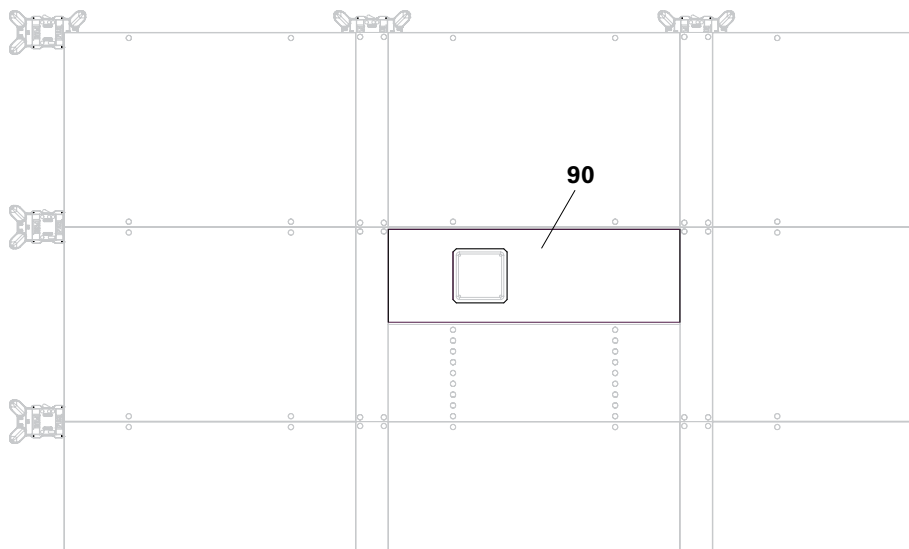

Fig. D3.12
6. Chiudere completamente gli spazi restanti con pannello di compensazione 18 mm (90) e inchiodare dall'alto ai travetti squadrati. (Fig. D3.12)